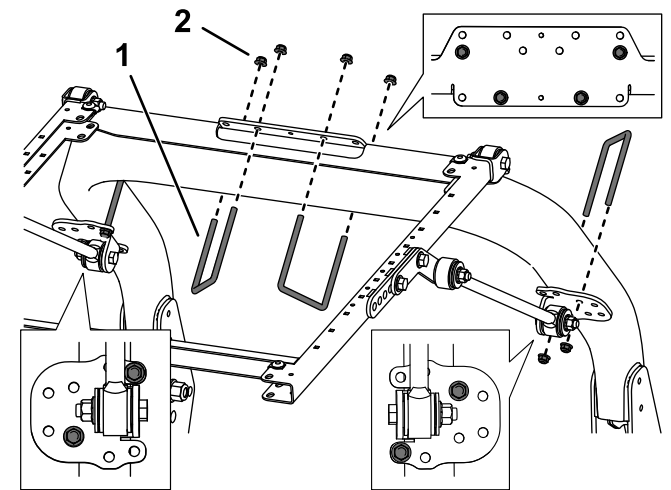

Bild 36
- Befestigen Sie jede Strebenhalterung lose mit einem U-Bügel (3 7/8" x 5") und zwei Bundmuttern in den in Bild 36 abgebildeten Befestigungslöchern an den Streben des Überrollbügels.